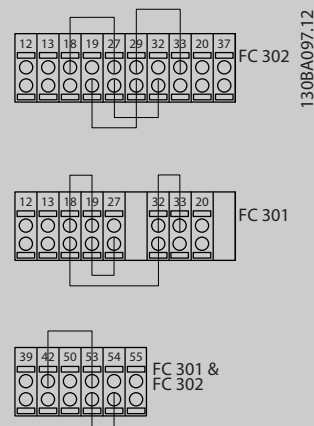

Ilustración 3.58 Enchufes de prueba
4. Inserte el conector de prueba (consulte *Ilustración 3.58*).